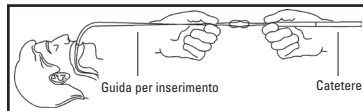

Figura 5
- Unire i cavi tra loro afferrando la punta per dilatazione tra il pollice e l'indice (Figura 5).